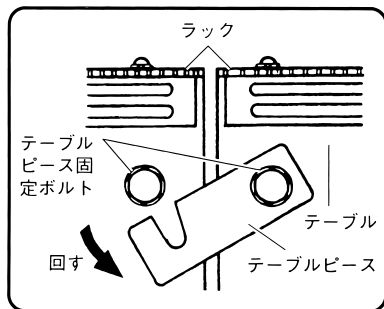
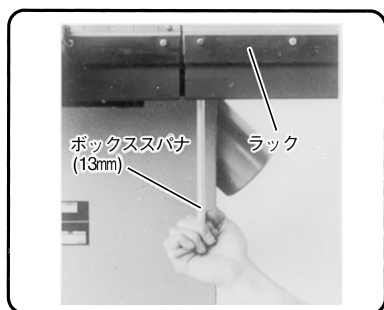

図 8
図 9
(3) テーブルの帯のこ刃出し入れ部(テーブル中央の割り溝)にテーブルピースが固定されています。(図8)
テーブルピース固定ボルト(図8はテーブルを下から見た図です。)を付属のボックススパナ(13mm)でゆるめ(図9)、テーブルピースを帯のこ刃が出し入れできる位置に回します。